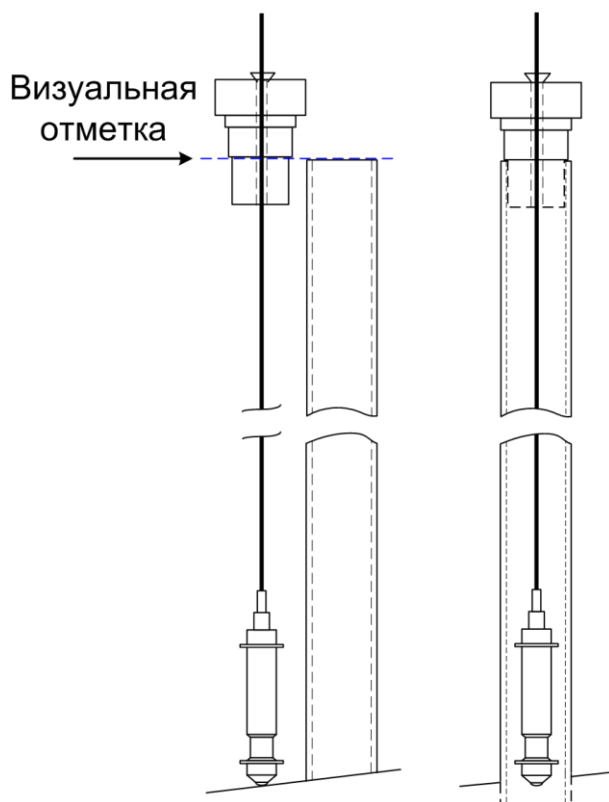

Рисунок 42 – Размещение зонда в трубе доступа на уровне поверхности бетона
6) Приложить зонд с установочной втулкой к трубе доступа и «на весу» опустить зонд до касания с поверхностью бетона (рис.42).